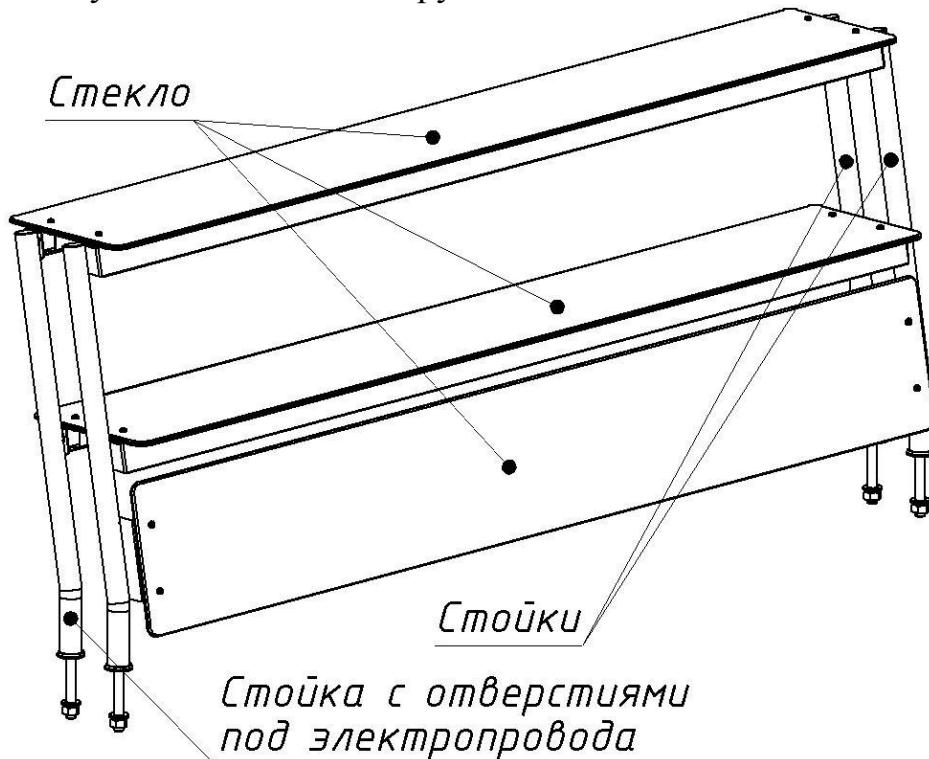

Рис.9 – Полка со стеклом
**Полка двойная со стеклом** (рис.9) - поставляется в разобранном виде в индивидуальной картонной упаковке. Схема сборки и перечень комплекта поставки полки находится в её упаковке. Полка оборудована лампами подсветки.